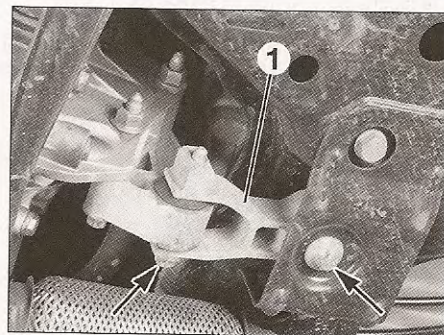

FIG. 24
- el tirante antibasculamiento inferior (1) en la caja de velocidades (fig. 24).